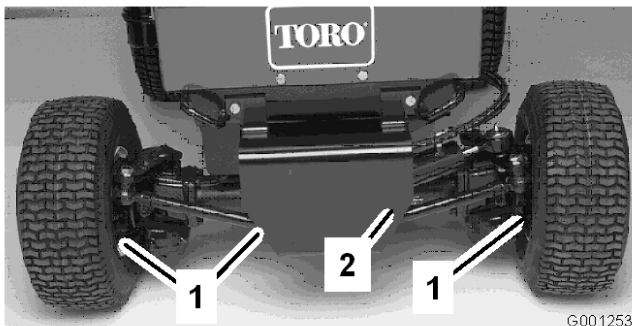

Figura 58
2. Retire las tuercas que fijan la junta esférica de una de las bielas al soporte ubicado en el eje, y desconecte la junta esférica del eje (Figura 58).